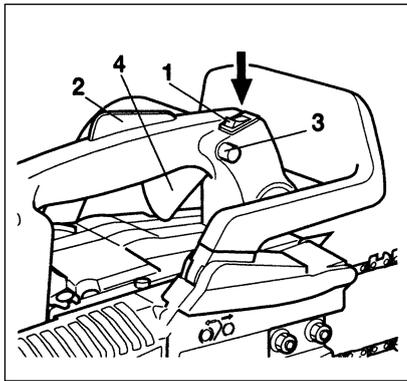

Рис. 2-2
Пуск (Рис. 2-2, 3)
2. Если нажато предохранительное пусковое устройство (2), потянуть дроссельное пусковое устройство (4) и нажать блокировочную кнопку (3), затем сначала медленно отпустить дроссельное пусковое устройство, затем предохранительное пусковое устройство. При этом дроссель заблокируется в пусковом положении. (Рис. 2-2)